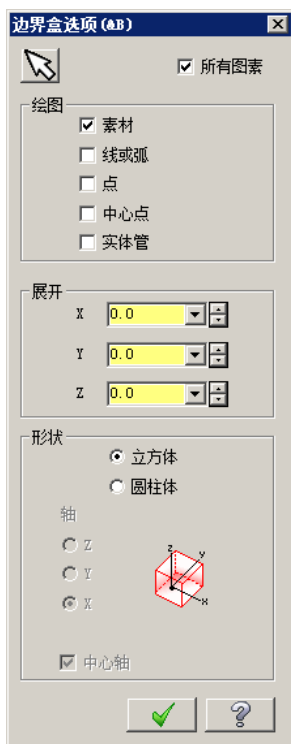

图 8.3.2 “边界盒选项”对话框
-  选取对角 (E)... 按钮：用于以选取模型对角点的方式定义工件的尺寸。当通过此种方式定义工件的尺寸后，模型的原点也会根据选取的对角点进行相应的调整。
-  边界盒 (B) 按钮：用于根据用户所选取的几何体来创建一个最小的工件。
-  MCI 范围 (N) 按钮：用于对限定刀路的模型边界进行计算创建工件尺寸，此功能仅基于进给速率进行计算，不根据快速移动进行计算。
Step3. 设置工件的尺寸。在“机器群组属性”对话框中单击 **边界盒(B)** 按钮，系统弹出图 8.3.2 所示的“边界盒选项”对话框，采用系统默认的设置，单击 **✓** 按钮，系统再次弹出“机器群组属性”对话框，此时该对话框如图 8.3.3 所示。